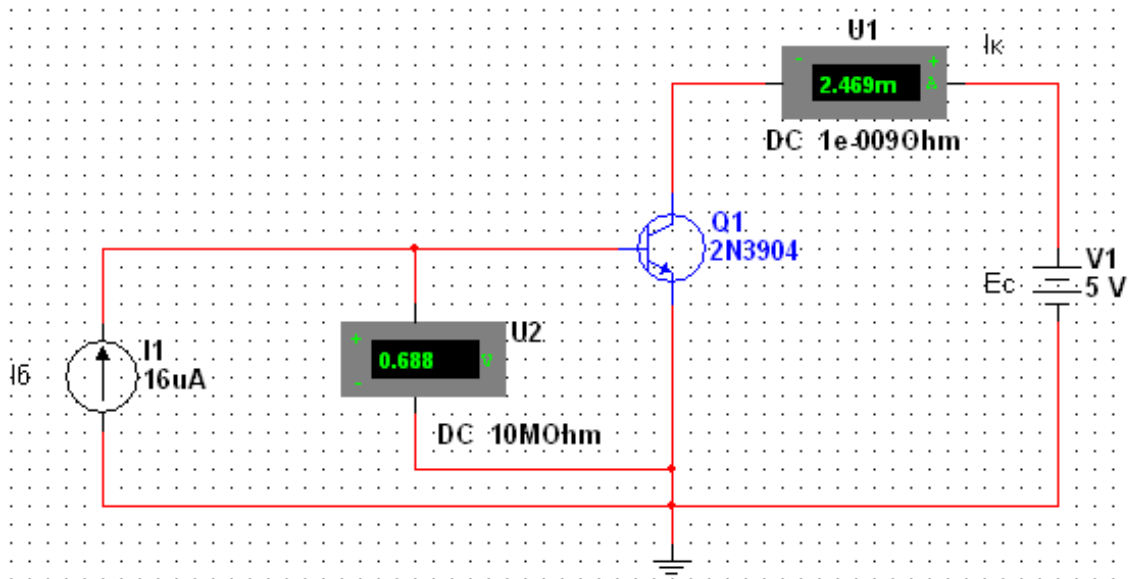

Рис. 5.9 Електрична принципова схема виміру вольт-амперної характеристики біполярних транзисторів, увімкнених за схемою з загальним емітером
1. Запустити програму Multisim. Скласти схему дослідження біполярного транзистора за схемою загального емітера та вивчити призначення всіх елементів схеми (рис. 5.9). Компонент DC_CURRENT (джерело постійного струму) знаходиться в бібліотеці Sources, вкладка SIGNAL_CURRENT_SOURCES